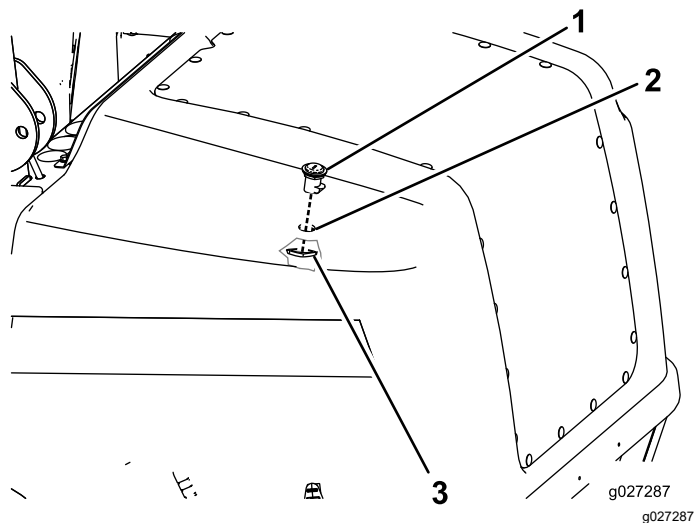

図 4
11. フードに開けた穴とサポートラッチブラケットにロックアセンブリを取り付ける。キャッチ部が車両前方を向くように通すこと（図 4）。
12. ロックアセンブリの底部にロッキングナットを取り付けて固定する（図 4）。